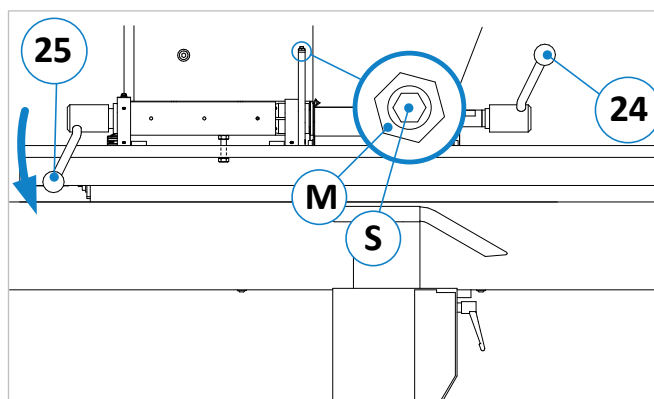

Abbildung 40: Winkel 45 Grad eichen
1. Im geöffneten Zustand des Klemmhebels (**24**) den Stellhebel (**25**) nach vorne (Richtung Abrichttisch) stellen ($\Rightarrow$ Abbildung 40) $\rightarrow$ Anschlag klappt automatisch auf 45°.